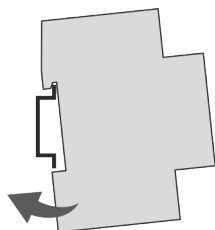

Fig. 4: Montagem em calha DIN
1. Colocar a extensão de canal sobre a calha DIN (Fig. 4), a partir de cima, e pressionar para trás até engatar.